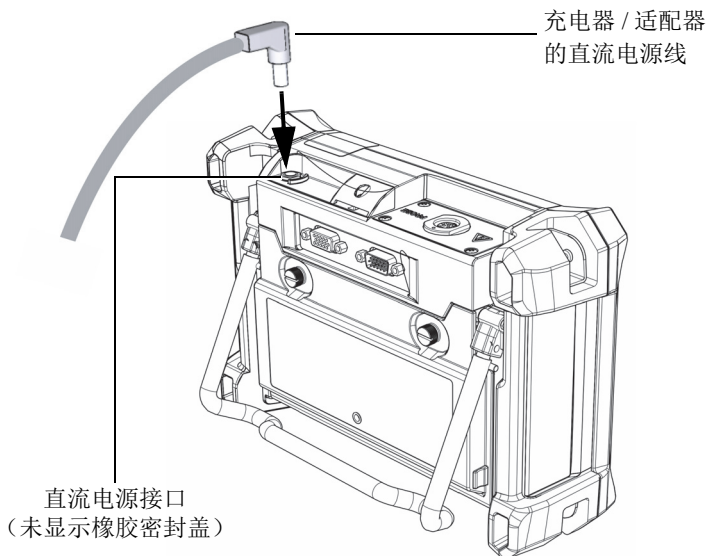

图 2-8 连接直流电源线
3. 将充电器 / 适配器的直流电输出电源线连接到 BondMaster 600 仪器顶部的直流电源接口（参见第 29 页的图 2-8）。